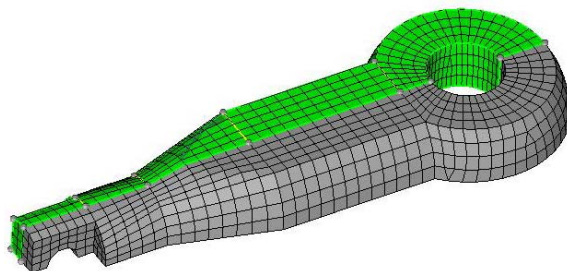

图 5-69 完成镜像操作
- (3) 左键单击黄色的 elems 按钮，选择 duplicate 进行复制操作。
- (4) 单击 reflect 按钮完成左右的镜像操作，模型如图 5-69 所示。